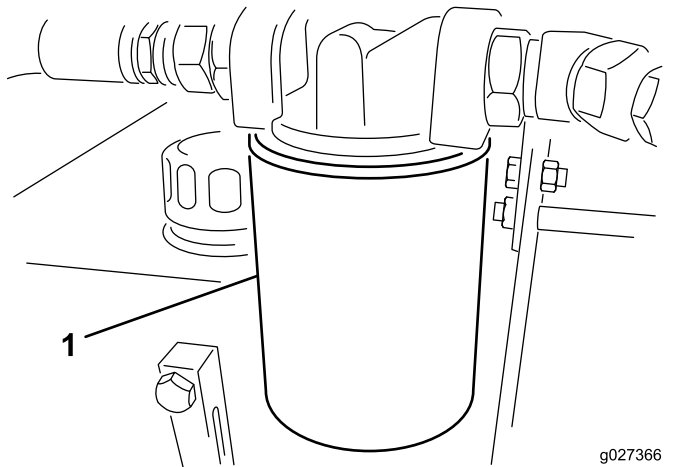

Figura 13
3. Coloque um recipiente de escoamento debaixo do filtro e retire o filtro (**Figura 13**).